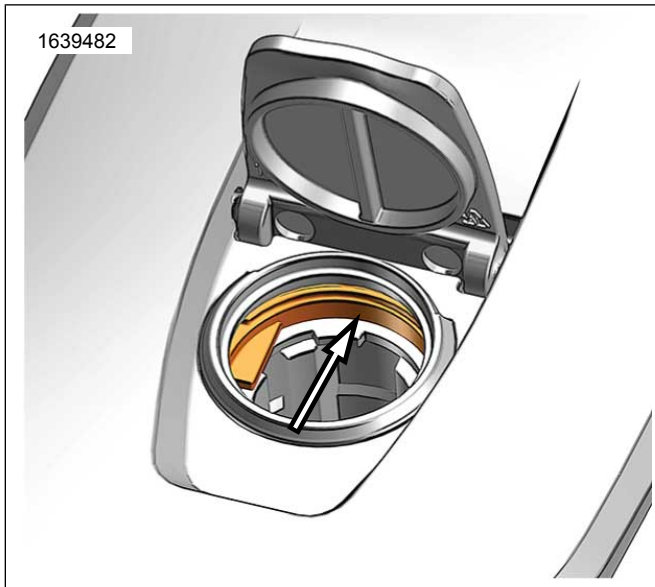

Figure 7. Glissière du verrou de bouchon
- Voir la Figure 7. Si le bouchon est verrouillé avant que le cylindre de serrure ne soit installé, utiliser un tournevis ou un autre outil pour enfoncer la glissière dans la coche d'enclenchement du bouchon tout en tirant le bouchon vers le haut.